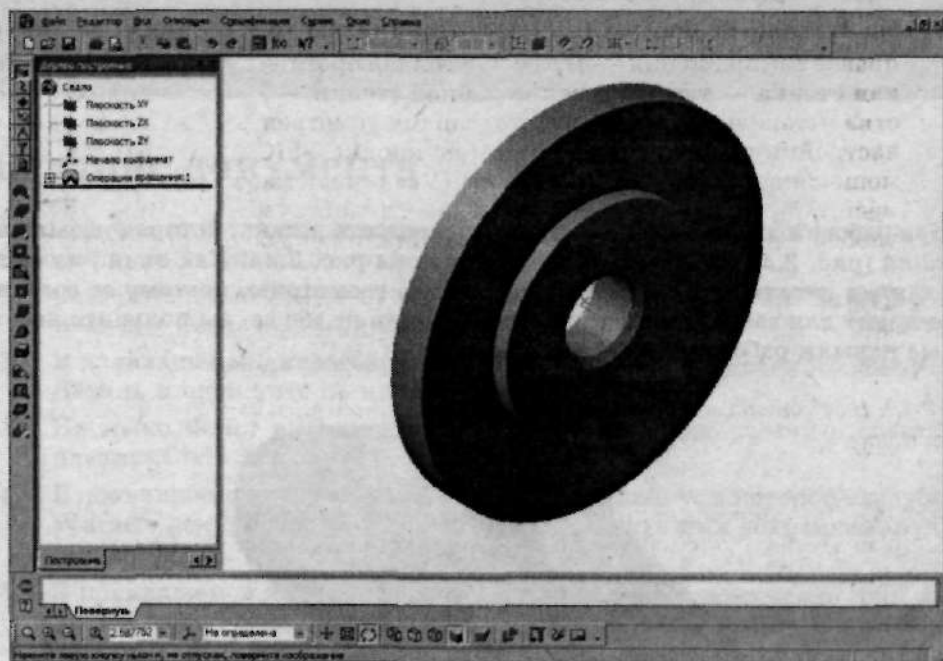
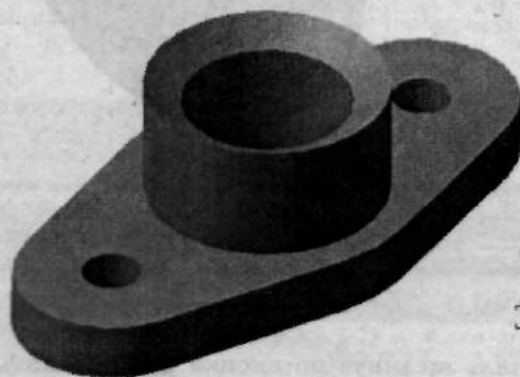
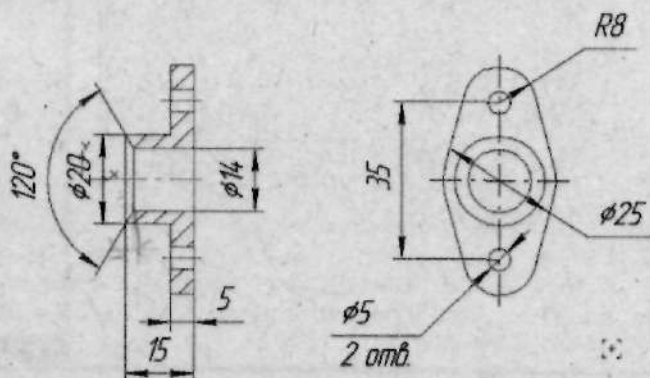

Рис. 2.42. Вид детали *Седло* при выборе режима отображения *Полутоновое*
Рис. 2.43. Трехмерная модель детали Крышка
Рис. 2.44. Чертеж детали Крышка
3. Вы можете оставить деталь так как показано на рис. 2.44, но мы рекомендуем выбрать режим отображения на **Панели свойств** — *Полутоновое*, так как этот режим наиболее предпочтителен при создании сборки. В случае выбора такого режима отображения деталь, будет выглядеть как показано на рис. 2.42.
При работе с этой главой вам предстоит создать деталь, которая называется *Крышка* (рис. 2.43). Ее чертеж представлен на рис. 2.44. Как видно из чертежа, данная деталь имеет достаточно простую геометрию, поэтому ее создание не составит для вас большой трудности, но, тем не менее, вы получите необходимые навыки работы с инструментами.